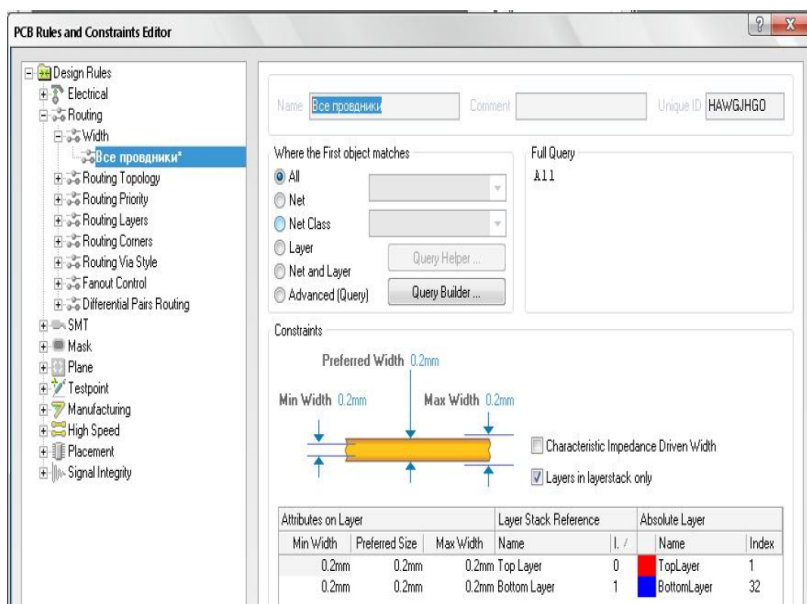

Рис. 5 Настройка критериев ширины проводников
9. Щелкнуть на нем один раз левой кнопкой манипулятора «мышь». В правой части окна появится описание данного правила (рис. 5), созданное мастером *PCB Wizard*.